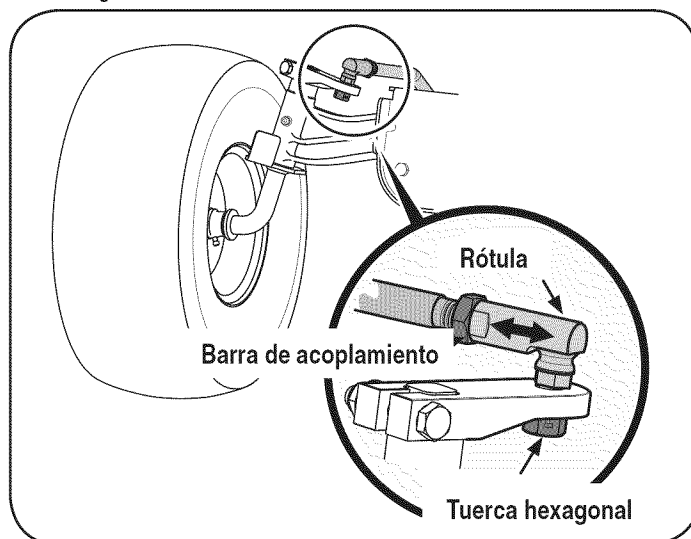

Figura 25
1. Extraiga la tuerca hexagonal de abajo de la junta de la rótula. Vea la Figura 25.